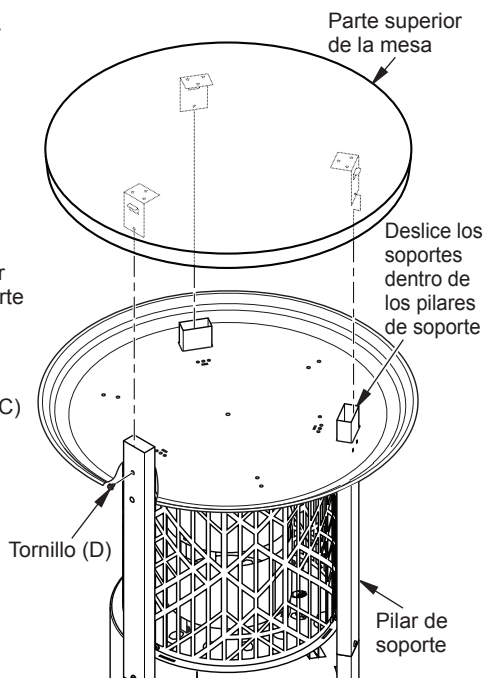

Figura 10 - Instalación de la parte superior de la mesa
17. Voltee la parte superior de la mesa con el lado derecho hacia arriba. Deslice los soportes dentro de los pilares de soporte superiores. Una cada uno mediante 1 tornillo (D) a través de los pilares de soporte y los soportes (consulte la figura 10).